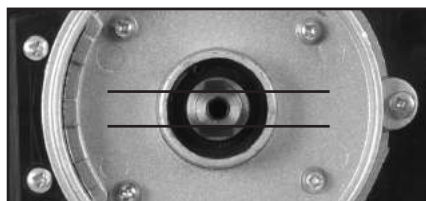

Fig. 12
Avvertenza: Le due (2) placche incorporate nel mandrino del motore che si innestano sul platorello da levigatura per fornirgli spinta e posizionamento. (Fig. 12)